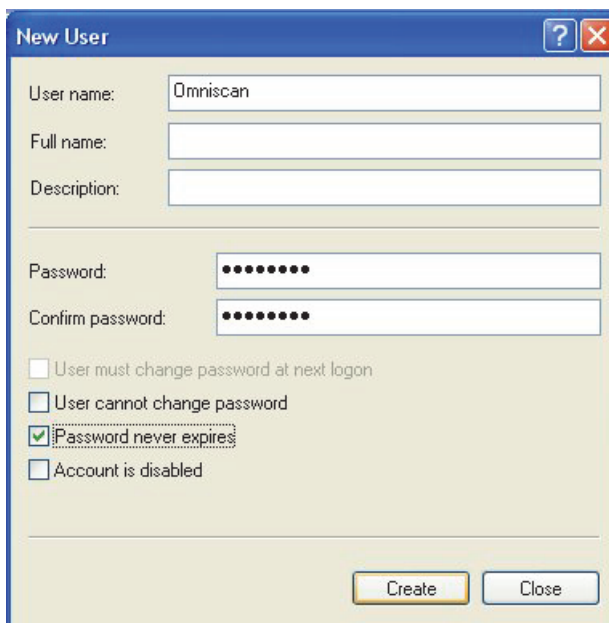

Figura 7-12 Caixa de diálogo Novo usuário (Windows XP)
5. Na caixa de texto **Nome do usuário** da caixa de texto **Novo usuário**, digite **Omniscan** respeitando o exemplo (veja Figura 7-12 na página 223).